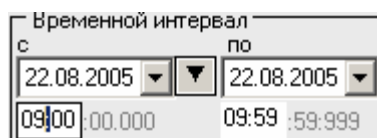

Рисунок 3.7
**Примечание:** Поле "*время по*" включает в себя всю последнюю минуту (рис. 3.7), т.е. чтобы выбрать интервал 09:00 – 10:00 нужно установить 09:00 -09:59